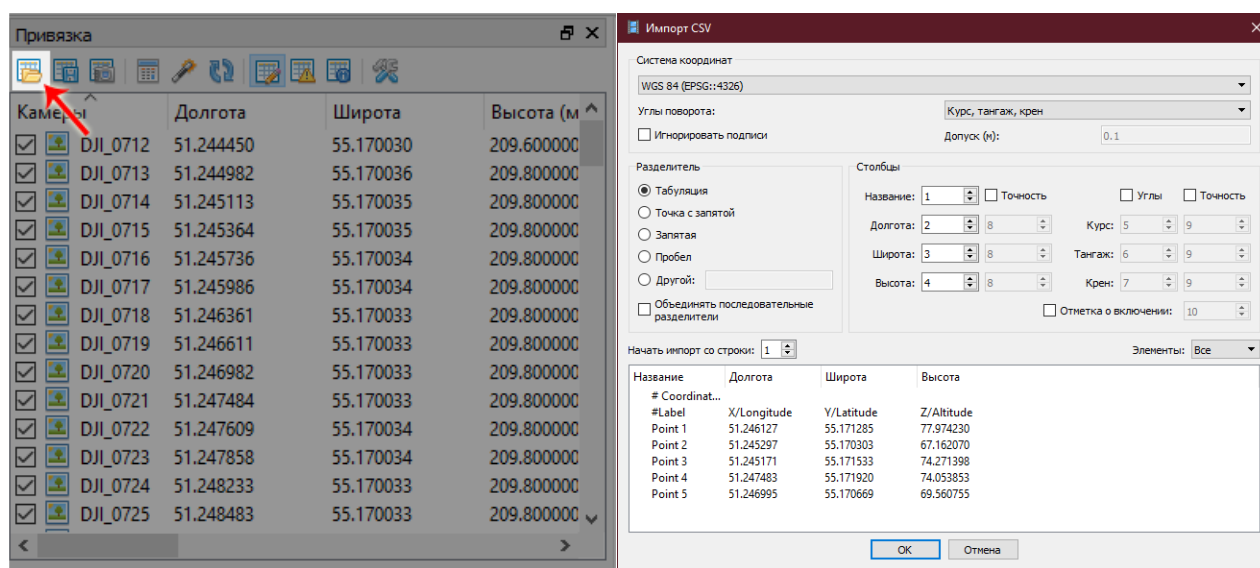

Рисунок 11. Импорт координат опорных точек в ПО Agisoft Photoscan
3. На следующем этапе необходимо ввести координаты опорных точек. Файл с подготовленными координатами точек должен быть подготовлен заранее и иметь следующую структуру: Название точки, X (долгота) в десятичных градусах, Y (широта) в десятичных градусах, Z (высота) в метрах. Разделитель колонок – табулятор. Проще всего создать такой файл в табличном редакторе Microsoft Excel и сохранить его в файл с расширением *.txt (текстовые файлы (с разделителями табуляции)). Полученный файл необходимо импортировать через окно *Импорт* рабочей области *Привязка* (рис. 11).